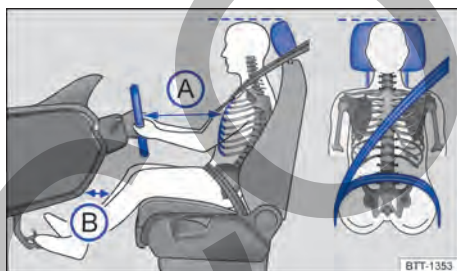

Fig. 20 Distancia correcta del conductor con relación al volante, posición correcta de la banda del cinturón de seguridad y ajuste correcto del apoyacabezas.
- Ajustar el asiento para que la distancia entre el volante y el tórax tenga como mínimo 25 cm → fig. 20(A) y que el conductor pueda sujetar el volante del borde externo con las dos manos y los brazos ligeramente doblados.
- Ajustar el asiento del conductor de manera longitudinal para que los pedales se puedan accionar con las piernas ligeramente dobladas y la distancia de la zona de la rodilla con el panel de instrumentos sea de al menos 10 cm → fig. 20(B).
- Para los asientos con apoyacabezas: ajustar el apoyacabezas para que su borde superior se encuentre preferentemente en la misma línea de la parte superior de la cabeza → fig. 20 – pero no por debajo de la altura de los ojos. Posicionar la parte posterior de la cabeza lo más cerca posible del apoyacabezas.